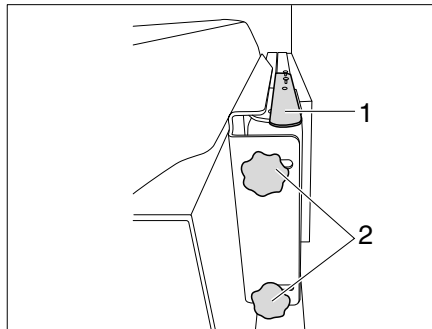

Figure 137 Support à bras articulé (variante 1)
- Pousser le levier (Figure 137,1) vers le bas pour détacher l'écran plat du dispositif de blocage. Relâcher le levier.
- Desserrer les 2 vis moletées (Figure 137,2) et faire pivoter l'écran plat dans la position souhaitée. Resserrer les vis moletées (Figure 137,2).